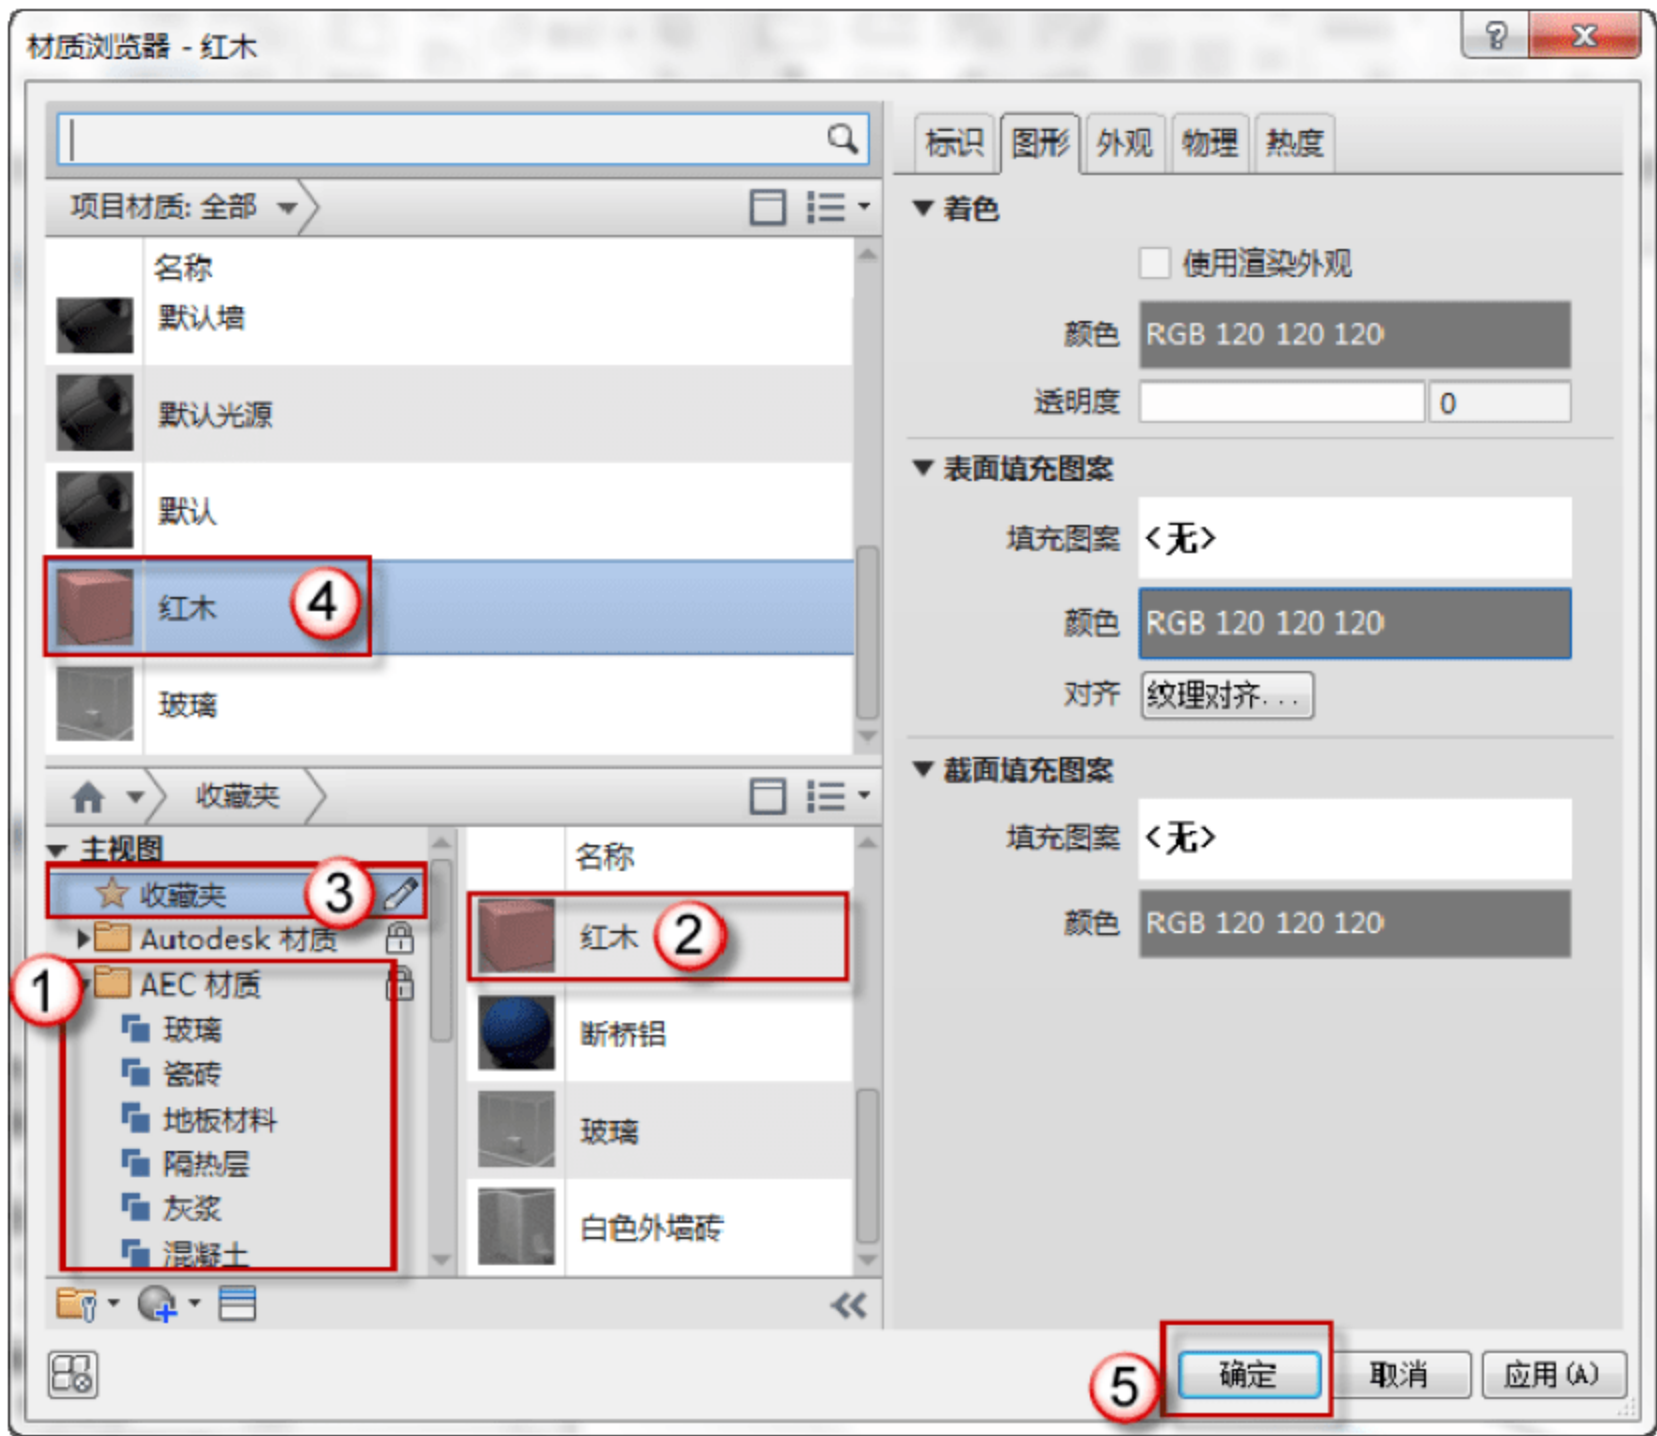

图 6.1.136 添加材质
(16) 修改门板的可见性。在门板的“属性”面板中，单击“图形”栏“可见性/图形替换”后的“编辑”按钮，弹出“族图元可见性设置”对话框，取消“平面/天花板平面视图”和“当在平面/天花板平面视图被剖切时（如果类别允许）”复选框的选择，单击“确定”按钮，如 6.1.135 所示。
(17) 添加门板材质。选择“项目浏览器”中的“视图”→“三维视图”→“{3D}”选项，可以进入单开门M1021的3D视图，选择门板，在门板的“属性”面板中，单击“材质和装饰”栏“材质”右侧的空白按钮，弹出“关联族参数”对话框，单击“添加参数(D)”按钮，弹出“参数属性”对话框。选中“共享参数”单选按钮，单击“确定”按钮，弹出“共享参数”对话框，在“参数组(G)”中选择“门窗”选项，在“参数(P)”中选择“门板材质”选项，单击“确定”按钮。
(18) 添加材质。单击“族类型”按钮，弹出“族类型”对话框，单击“材质和装饰”栏“门板材质”右侧的“<按类别>”按钮，弹出“材质浏览器”对话框。选择“主视图”→“ACE 材质”→“木材”→“红木”选项，右击“红木”材质将其添加到“收藏夹”。选择“收藏夹”中的“红木”材质，单击“材质浏览器”对话框中的“确定”按钮，如图 6.1.136 所示。重复本次操作，为“材质和装饰”栏的“门窗框材质”添加“断桥铝”材质。